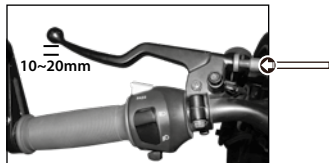

Imagen 19. Ajuste de la palanca del embrague.
1. Ubicar la tuerca y el tornillo templador de ajuste de la palanca del embrague. Ver imagen 19.